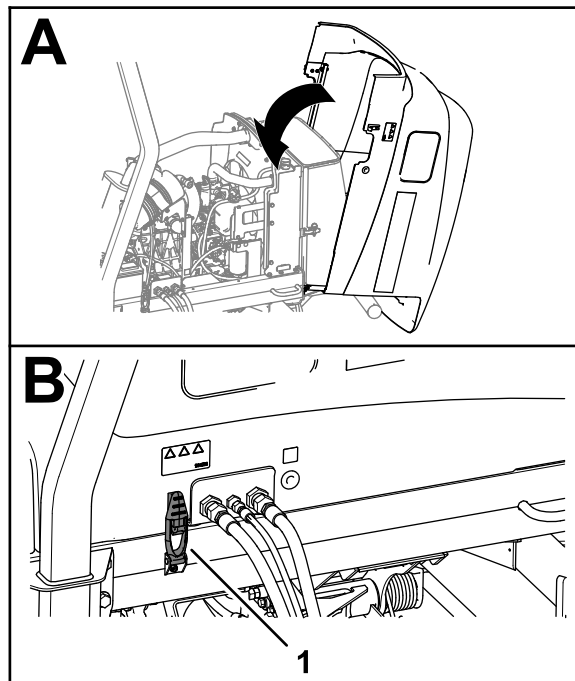

Figure 94
1. Refermez le capot avec précaution (Figure 94).